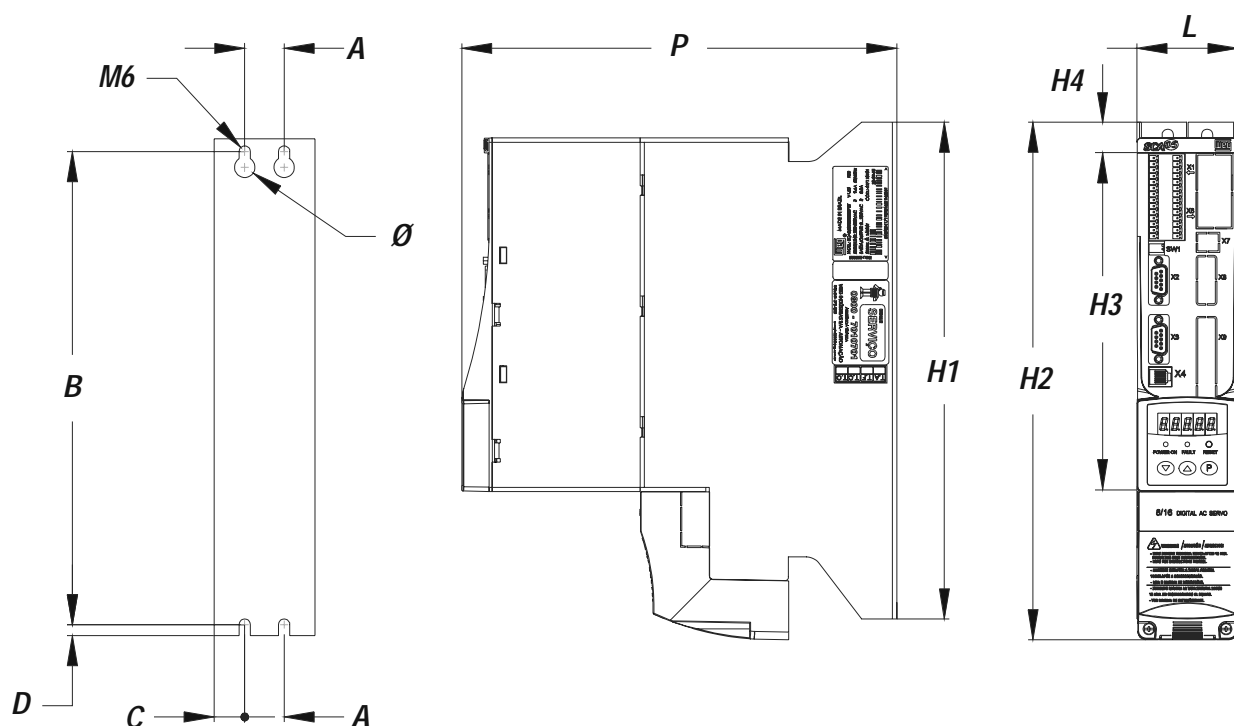

Figura 3.4 - Dimensional para SCA-05
- Dimensões externas, furos para fixação etc., ver Figura 3.4;